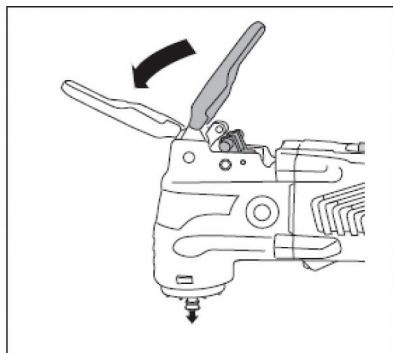

Рис. 5
1. Разблокируйте цангу шпинделя, открыв рычаг блокировки шпинделя на 180° (Рис. 5).